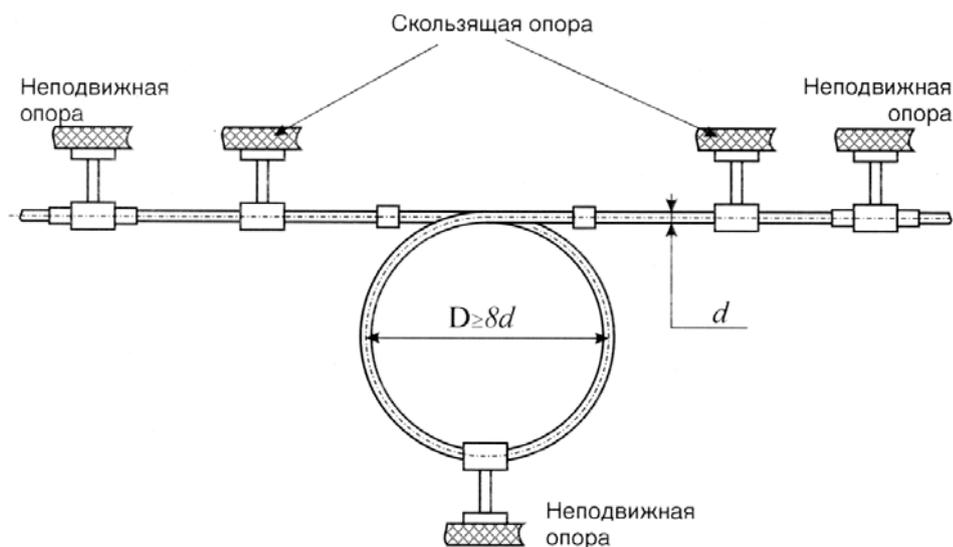

Рисунок 3: Петлеобразный метод компенсации.
- с помощью петлеобразных (круговых) компенсаторов (рис.3)